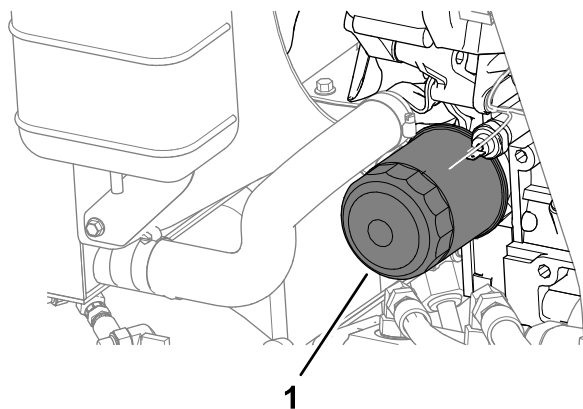

Figure 66
4. Déposez le filtre à huile (Figure 66).